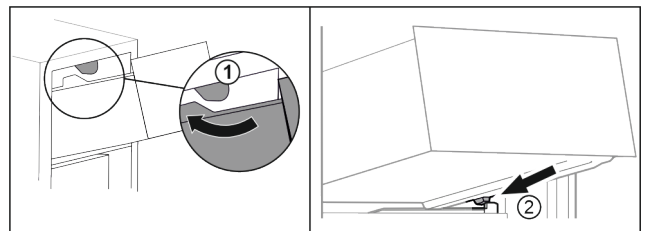

Fig. 68
- ▶ Прокарайте чекмеджето около горните ограничители. Fig. 68 (1)
- ▶ Поставете чекмеджето под ъгъл зад долните ограничители върху реброто на съда. Fig. 68 (2)